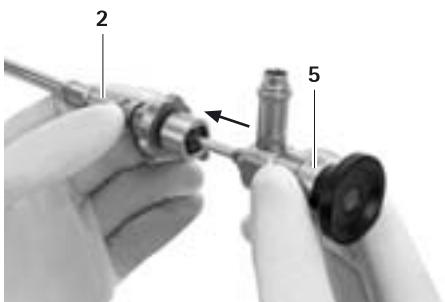

Fig. 2
- Insérer l'endoscope MINOP TREND 5 en sens axial dans la tige d'aspiration et d'irrigation MINOP TREND 2. Veiller ce faisant à ce que l'obturateur de la tige d'aspiration et d'irrigation MINOP TREND 2 soit ouvert et que la broche concorde avec la rainure de la baïonnette de l'endoscope MINOP TREND 5, voir Fig. 2.